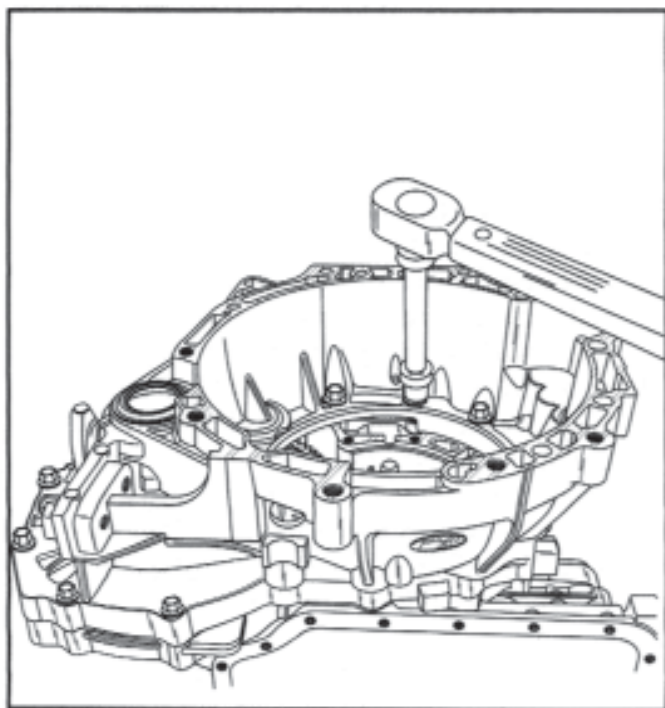

Figura 150
71. Aperte os 15 parafusos que fixam o sino do conversor à carcaça com torque de 22 N-m (16 lb.pé.) (Vide Figura 150).